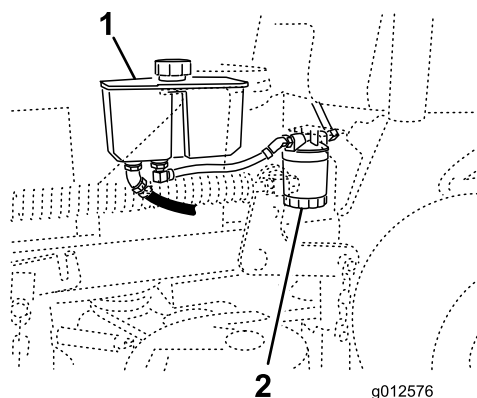

Figura 76
3. Localize o filtro e coloque um recipiente sob o filtro (Figura 76).